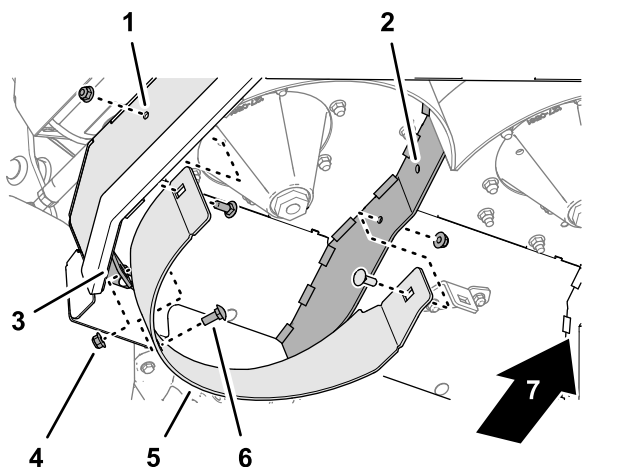

Figura 22
1. Alinee los taladros del deflector derecho con el taladro de la placa lateral derecha de la carcasa de corte, el taladro del soporte del deflector central/derecho, y el taladro del divisor derecho, como se muestra en la Figura 22.
2. Monte el deflector derecho en la placa lateral de la carcasa de corte, el soporte del deflector y el divisor (Figura 22) con 3 pernos de cuello cuadrado ($\frac{3}{8}$ " x 1") y 3 contratuercas con arandela prensada ($\frac{3}{8}$ ").